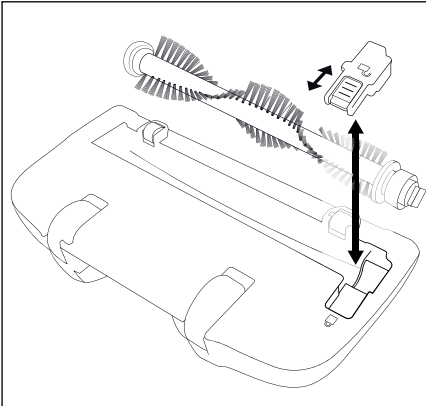

Fig. 4
- 2) Desloque o dispositivo de bloqueio da placa de cobertura no sentido do símbolo  de modo a poder retirar a mesma (fig. 4).
- 7) Volte a colocar a placa de cobertura e bloqueie-a, rodando-a no sentido do símbolo  (fig. 4).